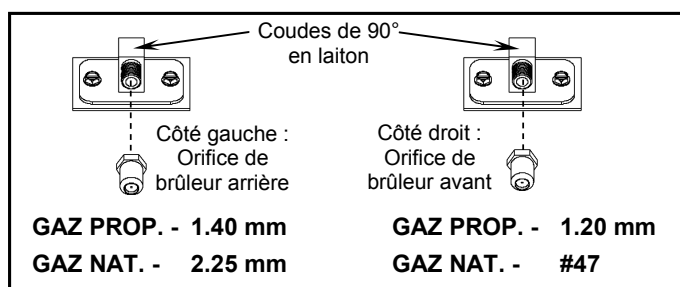

Figure 30. Remplacement des orifices de brûleur.
8. **Remplacez les orifices de brûleur.** Voir fig. 30. Avec une clé plate (ou à douille profonde) 1/2 po, retirez les orifices de brûleur des coudes de 90° en laiton, et remplacez-les par les orifices requis fournis avec le kit : **Orifices marqués: L(left) = Gauche / R(right) = Droit.**